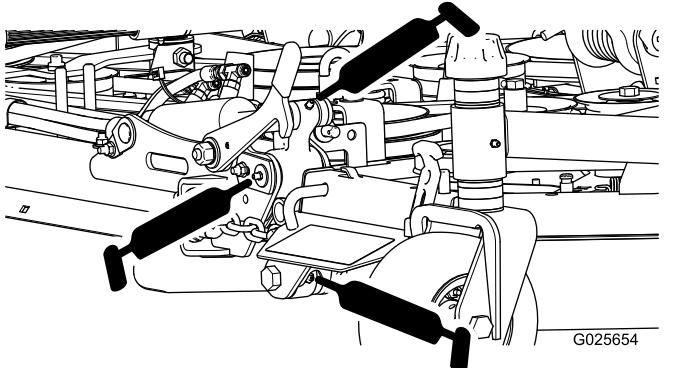

Bild 16
- Seitmähwerkscharniere (10) (Bild 16)